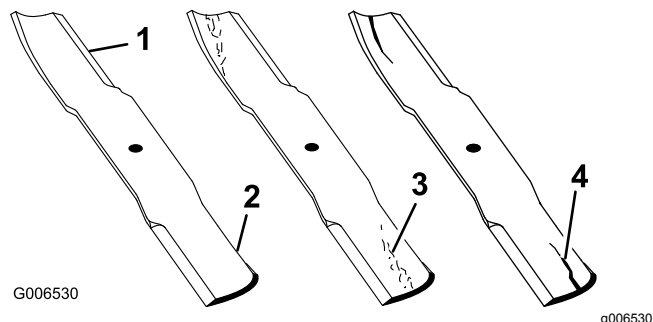

図 80
- 刃先の部分を点検する 図 80。
- ひび、磨耗、割れの発生などがあれば、直ちに新しいブレードに交換する 図 80。